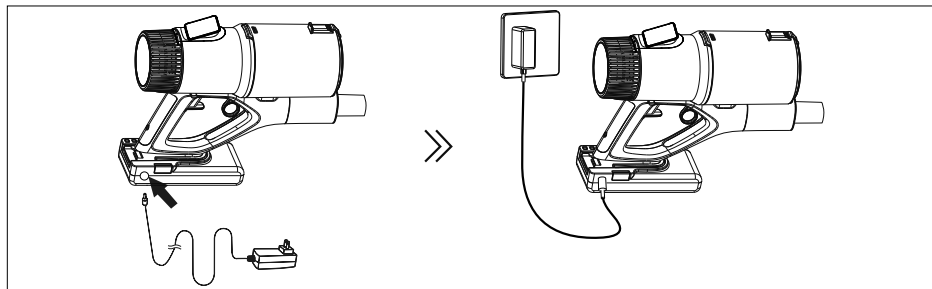

Fig. 3 – Recharger sur l'appareil
2. Rechargez votre aspirateur à l'aide du bloc d'alimentation (8) fourni (voir fig. 3). La durée de charge est d'environ 4 à 5 heures.